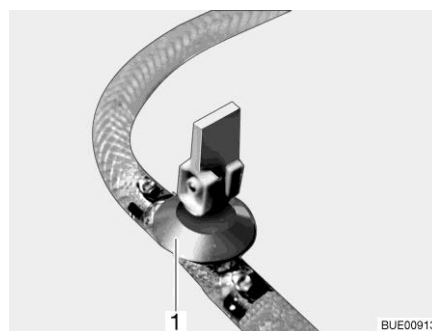
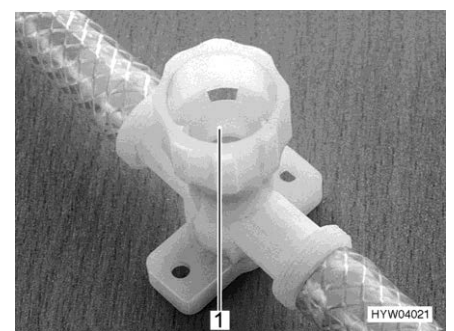

Fig. 269 Robinet de vidange (avec levier à bascule)
Fig. 270 Robinet de vidange (avec capuchon tournant)
- Fermer tous les robinets de vidange. Placer pour ce faire le levier à bascule (Fig. 269,1) à l'horizontale ou faire tourner le capuchon du robinet de vidange (Fig. 270,1) dans le sens des aiguilles d'une montre.